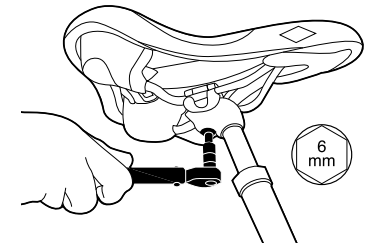

Figura 8. Avvitamento/svitamento della vite di serraggio
1. Allentare la vite che trattiene la sella e il reggisella con una chiave a brugola da 6 mm come in *Figura 8* in modo che il gioco sia sufficiente da poter muovere facilmente la sella.